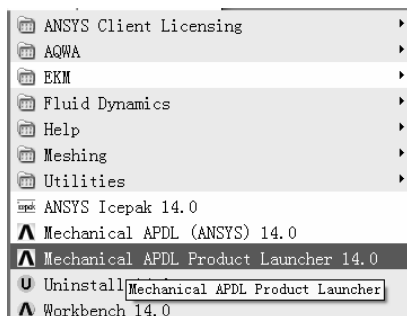
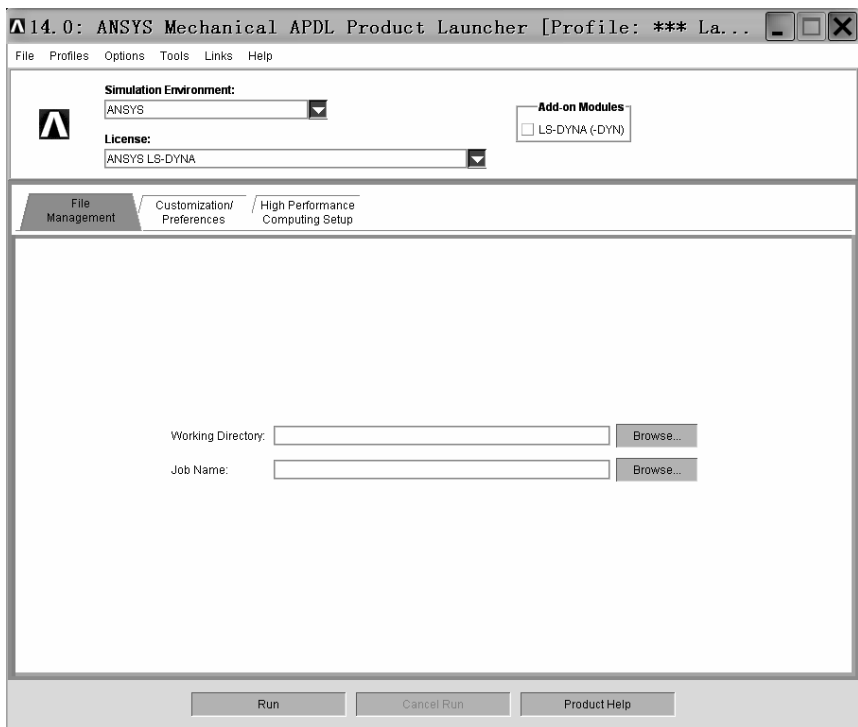

图 4-16 “Mechanical APDL Product Launcher 14.0” 图标
图 4-17 “14.0: ANSYS Mechanical APDL Product Launcher [Profile:\*\*\*La...” 窗口
(1) 在 “开始” 菜单中指向 “ANSYS 14.0” 文件夹, 出现 “Mechanical APDL Product Launcher 14.0” 图标 (见图 4-16)。单击 “Mechanical APDL Product Launcher 14.0” 图标, 弹出 “14.0: ANSYS Mechanical APDL Product Launcher [Profile:\*\*\*La...” 窗口 (见图 4-17)。